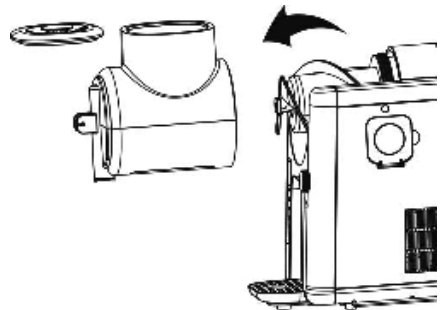

Fig. 7
6. Met behulp van het bijgeleverde gereedschap kan de zuiger in de uitlaat worden verwijderd, zodat u deze kunt reinigen (fig. 7).